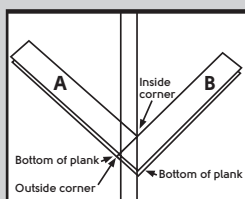

Fig. 5
5. Dit is de starthoek. Opmerking: Langs alle wanden of opstaande randen moeten afstandhouders van 5 mm worden gebruikt. (Fig. 5).
6. Lijn de rand van de buitenhoek van plank 'A' uit met de binnelhoek op de andere lijn (Fig. 5).